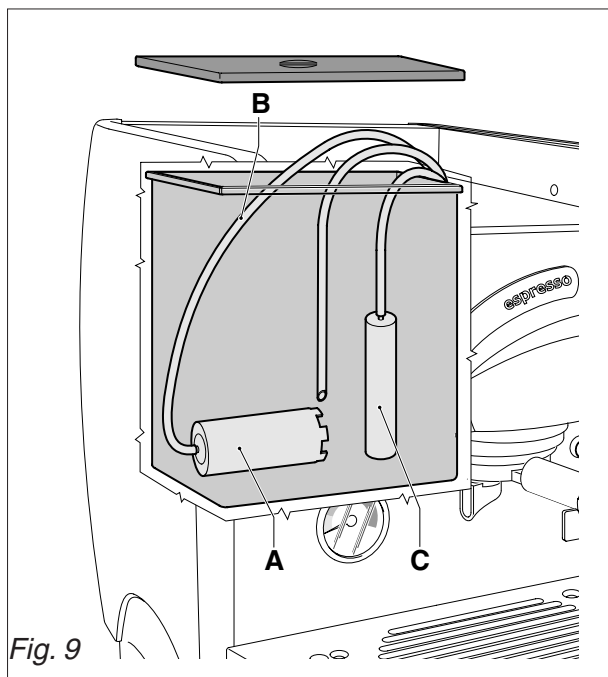

Fig. 9
- Sfilare la trappola d'aria **C** e l'addolcitore **A** Fig.9;